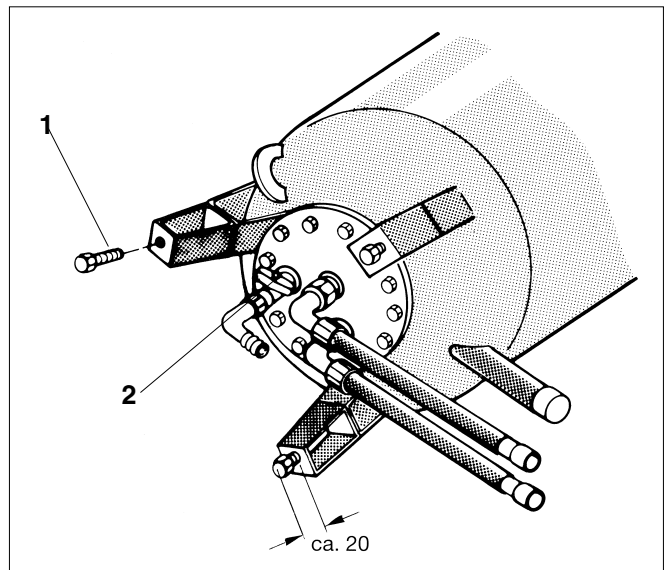

Fig. 3 Impiego delle viti di fissaggio come viti per i piedini
- Capovolgere l'accumulatore sul pallet e appoggiarlo su un fianco. Fissarlo in modo che non possa girarsi (fig. 3) .
- Avvitare le viti di fissaggio come viti per i piedini fino ad una profondità di 20 mm circa nei piedini dell'accumulatore (fig. 3, pos.1).
- Verificare che il rubinetto di scarico sia chiuso e che le viti del coperchio del foro d'ispezione siano serrate a tenuta come prescritto (fig. 3, pos.2).
Legenda della fig. 3: